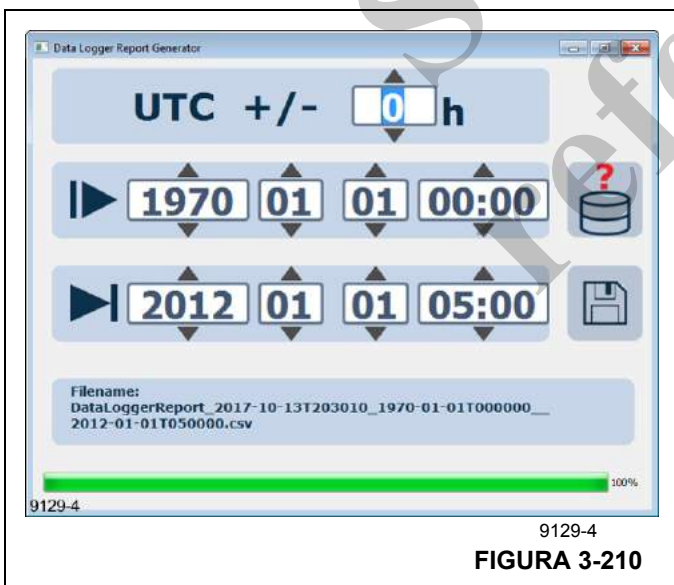

FIGURA 3-210
7. Seleccione el icono de guardar y el directorio en el que desea guardar el informe (Figura 3-210).